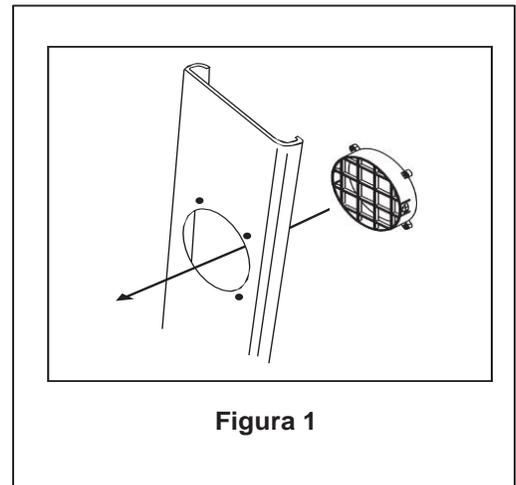

Figura 1
3. Inserte el dispositivo a través del lado ranurado posterior del corte de manguera del control deslizante de la ventana, alineando los orificios para tornillos del dispositivo con los orificios para tornillos de la unidad. Coloque los tornillos en los orificios del frente del kit deslizante de la ventana y apriételos. (Figura.1)